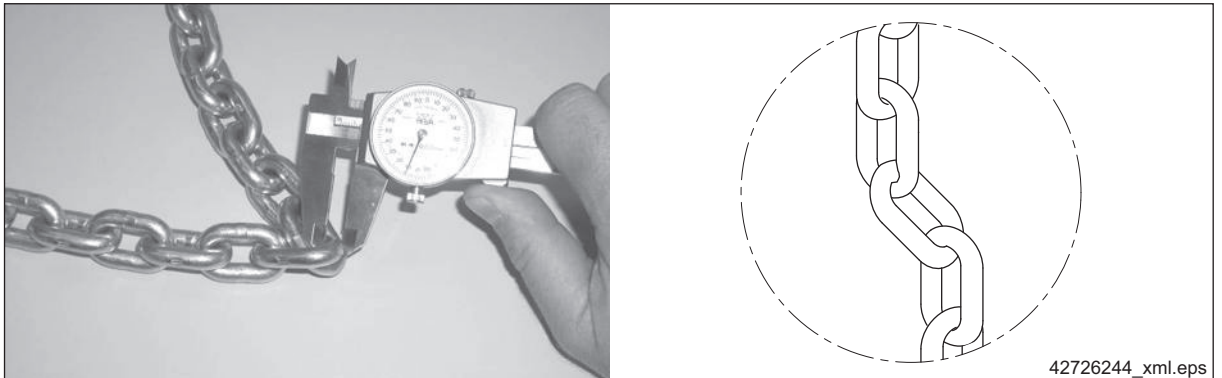

Fig. 53
- de l'usure de maillons individuels ⇒ Fig. 53, Page 83;